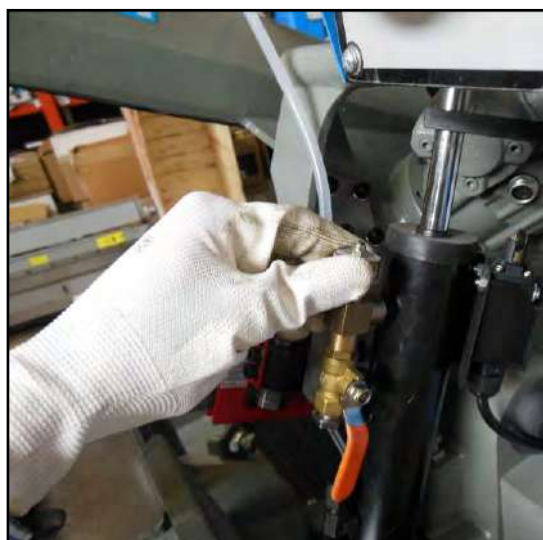

Figura 27 – Regolazione velocità.
7. Regolare la velocità di discesa della testa (e quindi della lama) agendo sulla manopola di regolazione **del flusso dell'olio (K)** – (Figura 27). Ruotare la manopola in senso orario per diminuire la velocità di discesa della lama; viceversa, ruotare la manopola in senso antiorario per aumentare la velocità di discesa della lama.